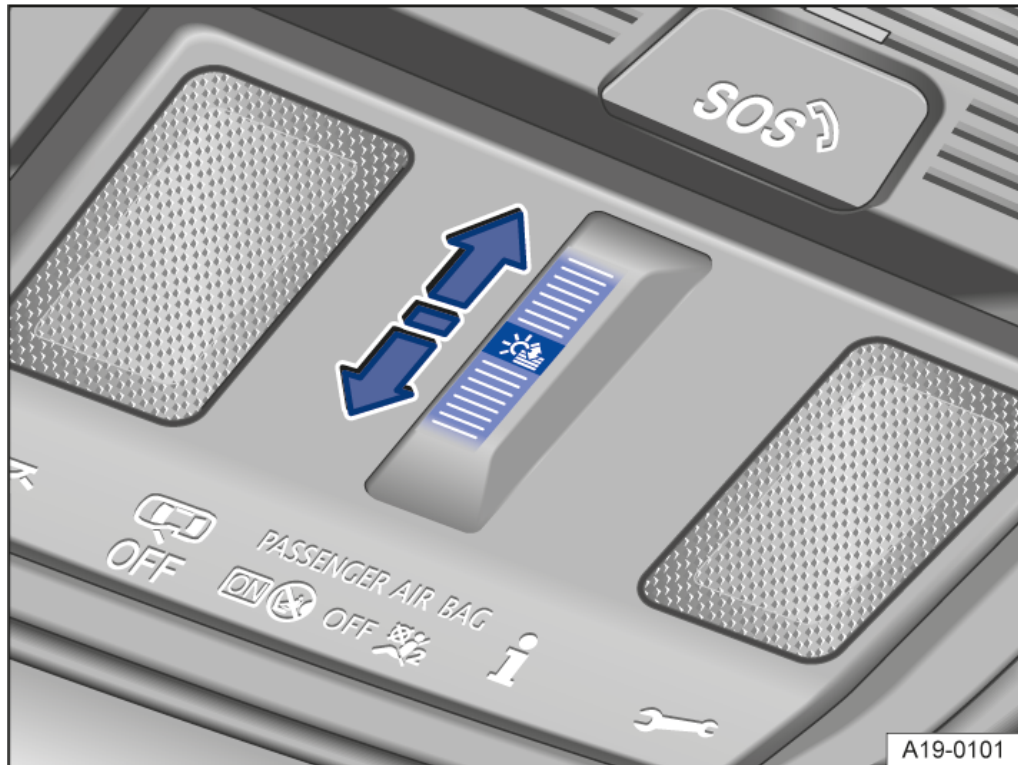

Abb. 1 Im Dachhimmel: Funktionsfläche zur Steuerung des Sonnenschutzrollos.
- Automatiklauf: über die Funktionsfläche nach vorn streichen → Abb. 1. Durch Antippen der Funktionsfläche wird der Automatiklauf unterbrochen.